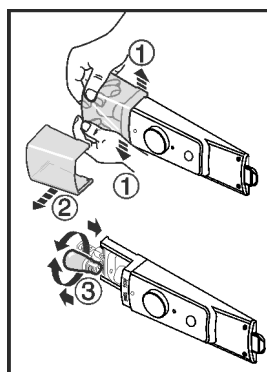

Fig. 10
- ▶ Extindeți apărătoarea lămpii dinspre interior, conform figurii, în partea din față Fig. 10 (1) și extrageți-o în lateral Fig. 10 (2).
- ▶ Înlocuiți lampa. Fig. 10 (3)